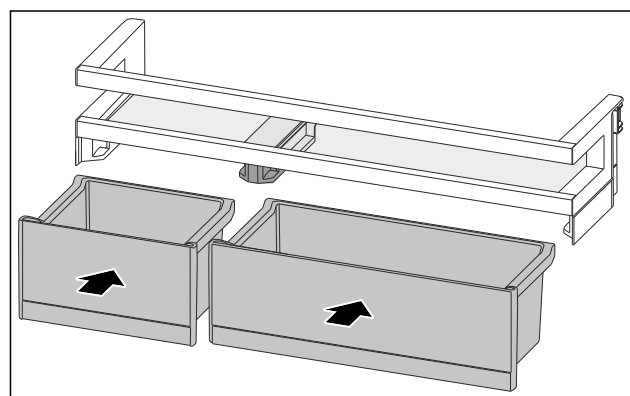

Fig. 120
- Installer les VarioBoxs dans l'agencement inverse. (voir Fig. 120)